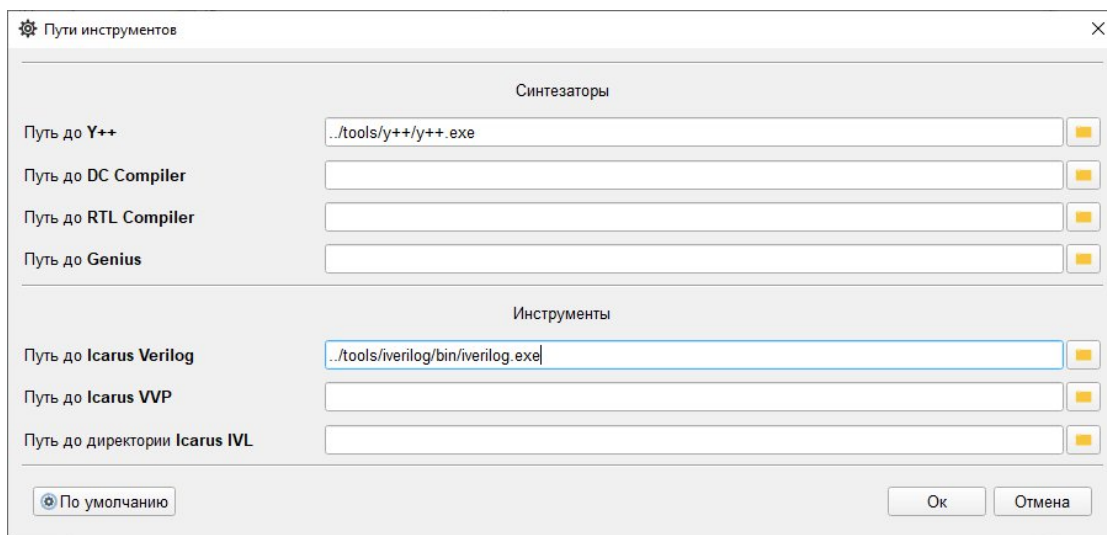

Рисунок 16 – Окно настроек путей расположения до программ
- «Инструменты» – запуск дополнительных инструментов и сторонних программ, а также настройка путей до программ (рисунок 16);